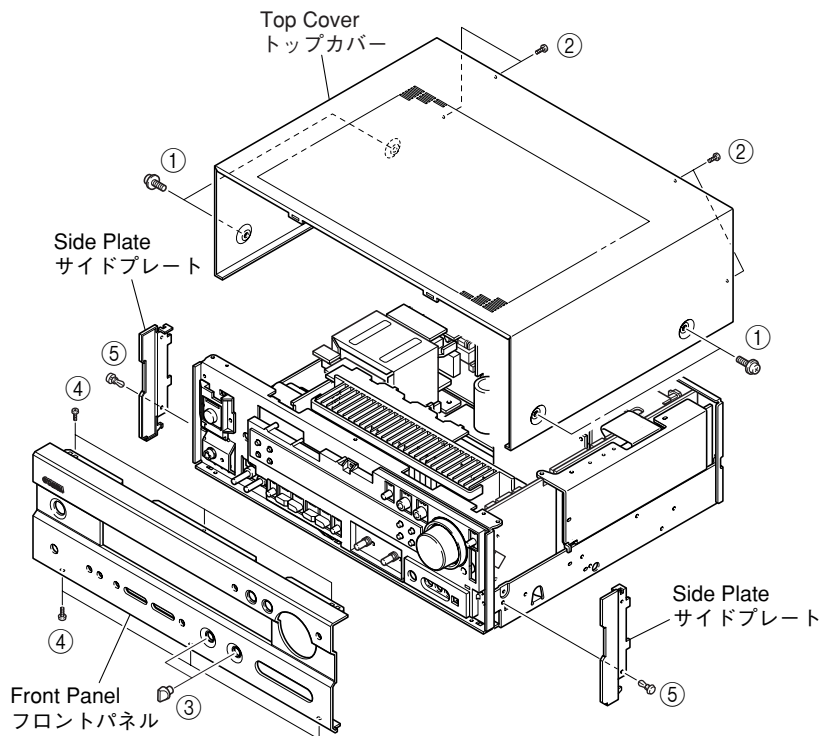

Fig. 1
- Remove 4 screws (①) and 4 screws (②). (Fig. 1)
- Slide the Top Cover rearward to remove it. (Fig. 1)
- Remove the BASS and TREBLE knobs (③). (Fig. 1)
- Remove 6 screws (④) and then remove the Front Panel. (Fig. 1)
- Remove 2 push rivets (⑤) and then remove the Side Plates. (Fig. 1)
- ①のネジ4本、②のネジ4本を外します。(Fig. 1)
- トップカバーを後方へスライドさせ、取り外します。(Fig. 1)
- ③のBASSつまみ、TREBLEを外します。(Fig. 1)
- ④のネジ6本を外し、フロントパネルを取り外します。(Fig. 1)
- ⑤のプッシュリベット2本を外し、サイドプレートを取り外します。(Fig. 1)